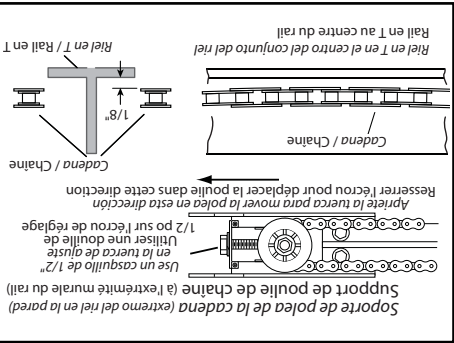

FIG. 1-6 Ajuste de la cadena.
1. Acople el conjunto del riel a la caja de control alineando el pión en el eje del motor. Use (3) pernos de 5/16"-18 x 1/2"
3. Tense la cadena hasta que la cadena esté aproximadamente 1/8 de pulgada encima de la base del riel en el punto medio del riel (Fig. 1-6).